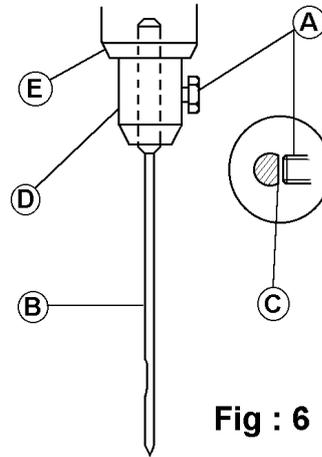

Fig : 6
- Pour remplacer une aiguille, il suffit de dévisser la vis A (voir Fig. 6) et retirer l'aiguille B.